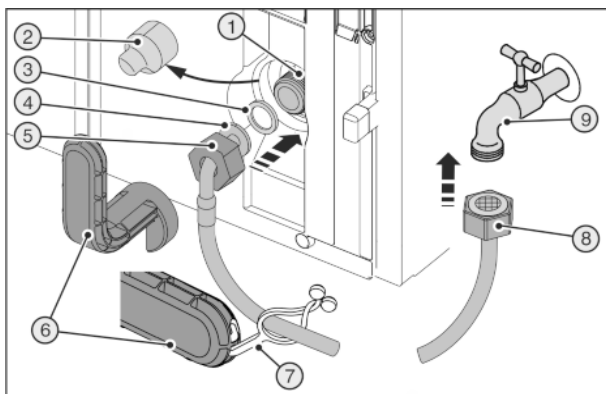
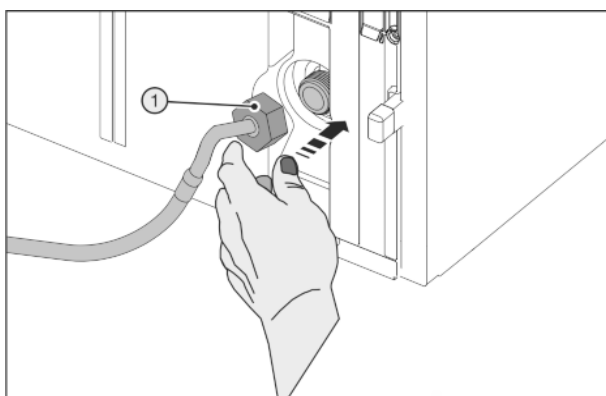

Fig. 48
Fig. 49
Zlomený pomocný nástroj Fig. 48 (6)!
- Používejte pomocné nástroje Fig. 48 (6) výhradně při pokojové teplotě.
- Stáhněte kryt Fig. 48 (2).
- Usnadněná montáž: Rovný konec hadice Fig. 48 (8) položte doleva na podlahu.
- Matici Fig. 48 (5) posuňte přes zahnutý konec hadice Fig. 48 (4) až na konec a držte.
- Těsnění Fig. 48 (3) navlhčete a přitlačte do matice Fig. 48 (5).
- ▷ Těsnění Fig. 48 (3) leží na plocho a je lehce přidržováno.
- Nasadte opatrně matici Fig. 49 (1) a dvěma prsty ji rovně našroubujte na závit, až je dosaženo bezpečné usazení.
- Matici Fig. 49 (1) utahujte pomocným nástrojem Fig. 48 (6) ve směru hodinových ručiček, až je dosažen maximální utahovací moment a pomocný nástroj Fig. 48 (6) se přetáčí.
- Našroubujte matici Fig. 48 (8) na uzavírací kohout Fig. 48 (9).
- Matici Fig. 48 (8) utahujte pomocným nástrojem Fig. 48 (6) ve směru hodinových ručiček, až je dosažen maximální utahovací moment a pomocný nástroj Fig. 48 (6) se přetáčí.
- Otevřete uzavírací kohout Fig. 48 (9) na přívodu vody a ověřte těsnost celého vodního systému.
- Zahákněte styčnick Fig. 48 (7) do pomocného nástroje Fig. 48 (6) a upevněte k uschování na nerezové hadici.